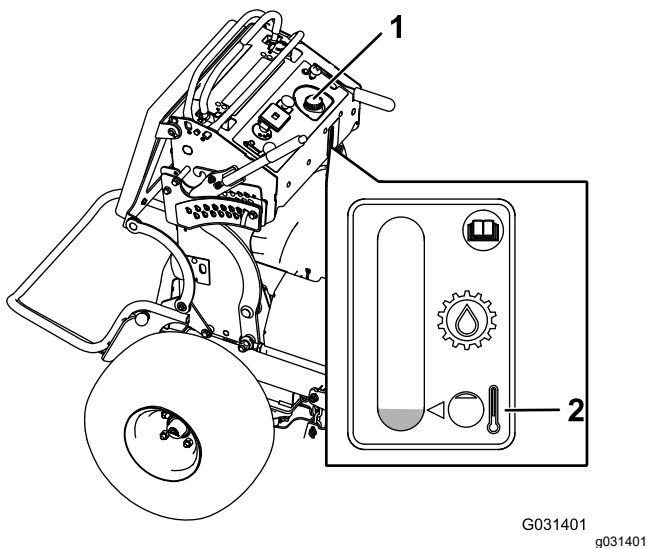

Bild 84
4. Reinigen Sie den Bereich um den Deckel und den Einfüllstutzen des Hydraulikölbehälters (Bild 84).
5. Drehen Sie den Deckel vom Einfüllstutzen ab (Bild 84).